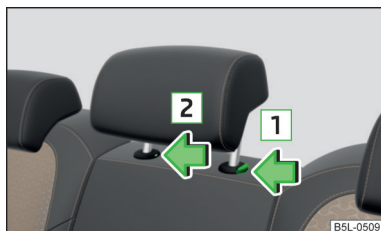

Fig. 47
- Apăsăți tasta de siguranță în sensul săgeții » fig. 47, în același timp apăsați cu o șurubelniță plată cu lățimea de max. 5 mm tasta de siguranță în orificiu, în sensul săgeții și trageți tetiera afară.